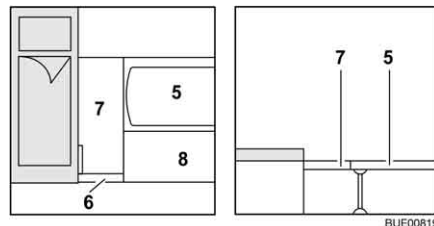

Bild 89 Während des Umbaus
- Zusatzbrett (Bild 89,6) mit Stangenscharnier an Sitztruhe (Bild 89,8) befestigen und ausklappen.
- Zusatzbrett (Bild 89,7) auflegen.